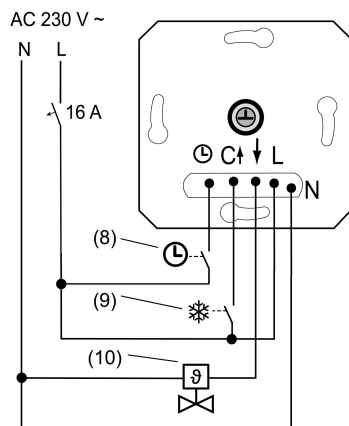

Bild 2: Anschlussbeispiel des Einsatzes
- Elektrothermischen Stellantrieb (10) an Einsatz (1) gemäß Anschlussplan (Bild 2) anschließen. Leiterquerschnitte beachten (Bild 3).
- Optional den Eingang ECO-Betrieb  über einen Schaltkontakt einer Zentraluhr (8) beschalten. Liegen 230 V am Eingang an, wird die eingestellte Solltemperatur, ausschließlich im Heizbetrieb, um 4 °C reduziert.
- Optional den Eingang Kühlen C über einen Schaltkontakt der Heizungsanlage (9) beschalten. Liegen 230 V am Eingang C an, ist der Kühltrieb aktiv. Werden die 230 V abgeschaltet, schaltet das Gerät automatisch in den Heizbetrieb. Nach jedem Umschalten leuchtet die LED für 10 Sekunden in der Farbe der aktuellen Betriebsart.